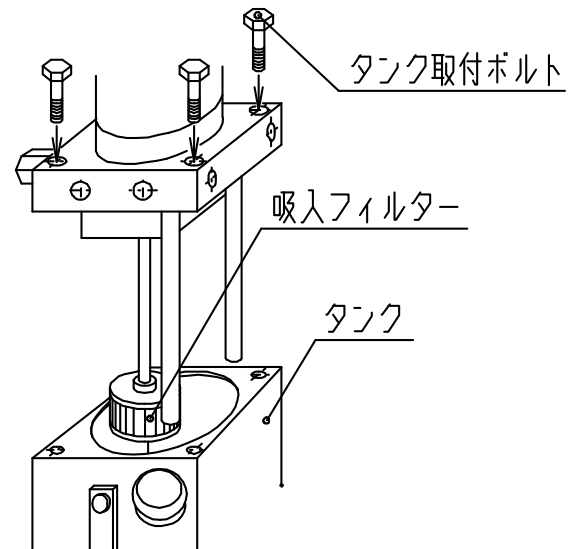

図9
- (1) 吸入フィルターが目詰まりすると騒音や流量不足の原因となります。定期的に洗浄して下さい。1日、8時間程度の使用で、1年に1～2回行なって下さい。
- (2) タンク内に吸入フィルターが組み込まれています。図9に示す4本のタンク取付けボルトをゆるめてタンクを取り外して行なって下さい。この際、吸入フィルターをタンクに引っ掛けないようご注意ください。